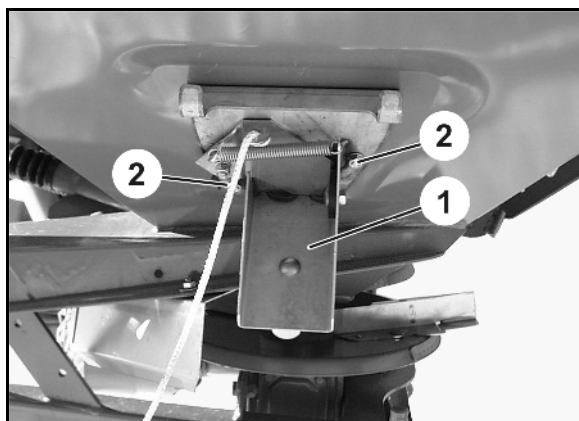

Bild 42
1. Ta bort plastpluggen (Bild 42/1)